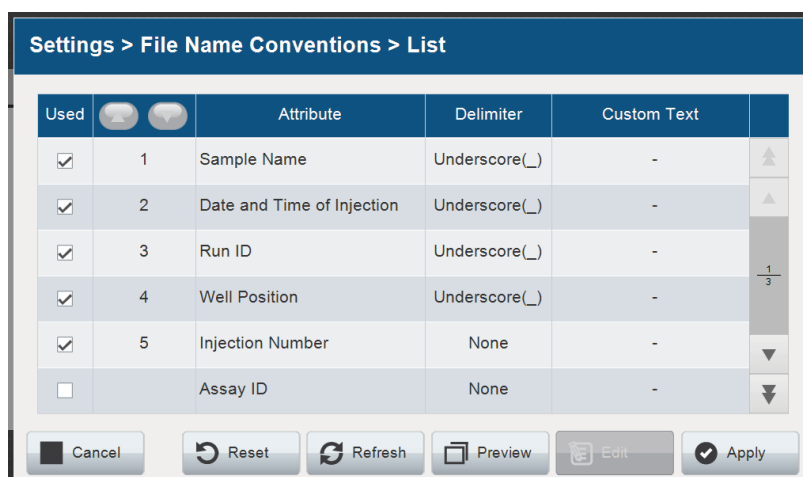

図 172 File Name Conventions List 画面
6. File Name Conventions List 画面に戻り、**Apply** を選択します。(図 172)